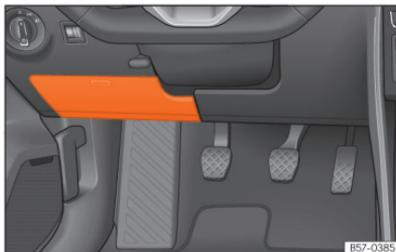

Abb. 197 Auf der Fahrerseite in der Instrumententafel: Abdeckung des Sicherungskastens.
- **Öffnen:** Abdeckung nach unten aufklappen »» [Abb. 197].